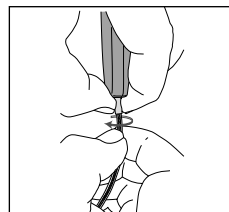

Fig. 7
6. Drej det ydre teflonkabel fra drejekontakten i bunden af satellitten. Placer drejeleddet i den ene hånd mellem tommelfinger og pegefinger og det ydre teflonkabel i den anden hånd mellem tommelfinger og pegefinger, og skrue det ydre kabel af (mod uret) fra drejeleddet (**se fig. 7**). Træk det indre kabel udad gennem svirvelen.